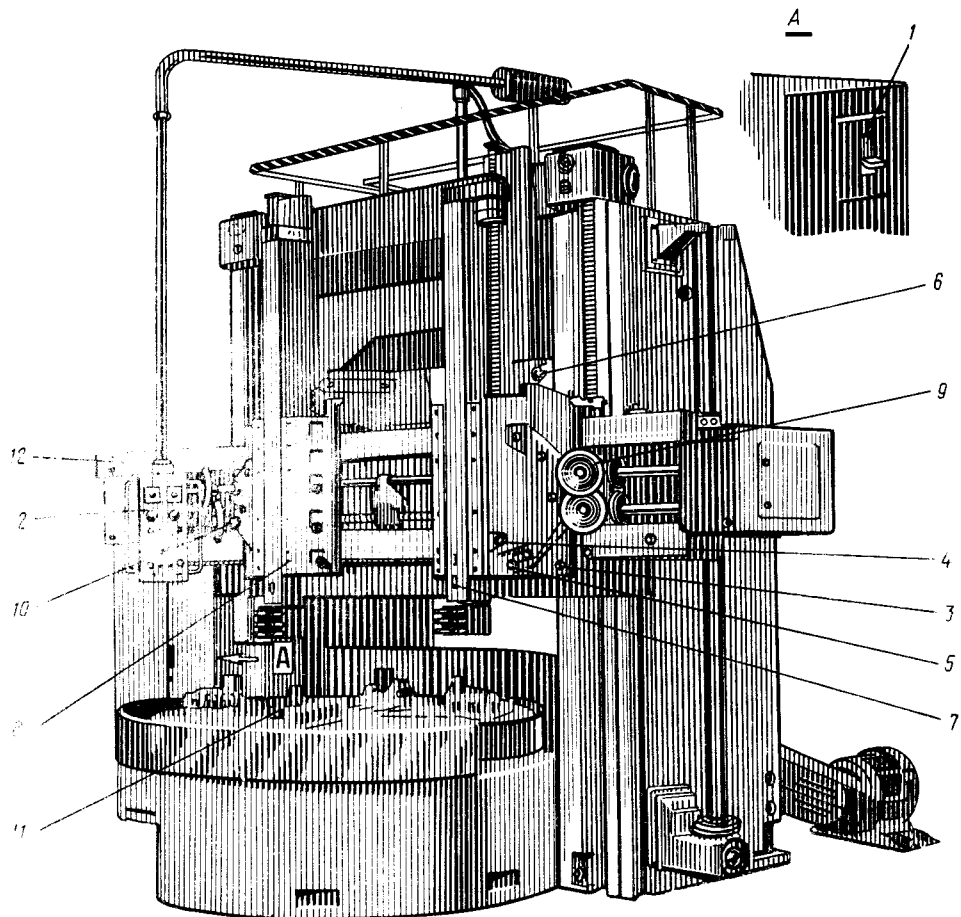

Рис. 3. Расположение органов управления
1.3.1. Общий вид станка с обозначением органов управления показан на рис. 3, а их перечень приведен в таблице 2.